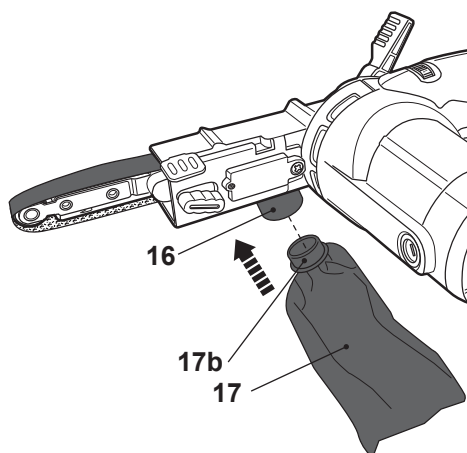

Fig. 9
- > Alinee el conector de la bolsa de recogida de polvo (17b) con la salida de extracción del polvo (16).
- > Inserte el conjunto de la bolsa de recogida del polvo (17) en la salida (16) hasta el fondo (Fig. 9).